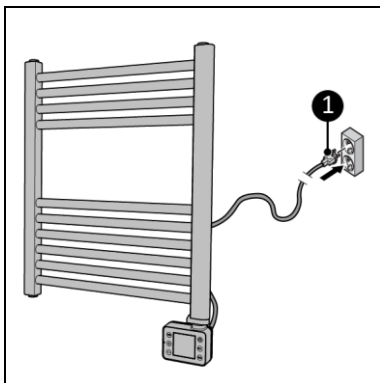

Figure 11
2. Insérez la fiche d'alimentation dans une prise murale (figure 11, pos. 1) facilement accessible. Utilisez une prise murale d'une puissance minimale de 1000 watts.